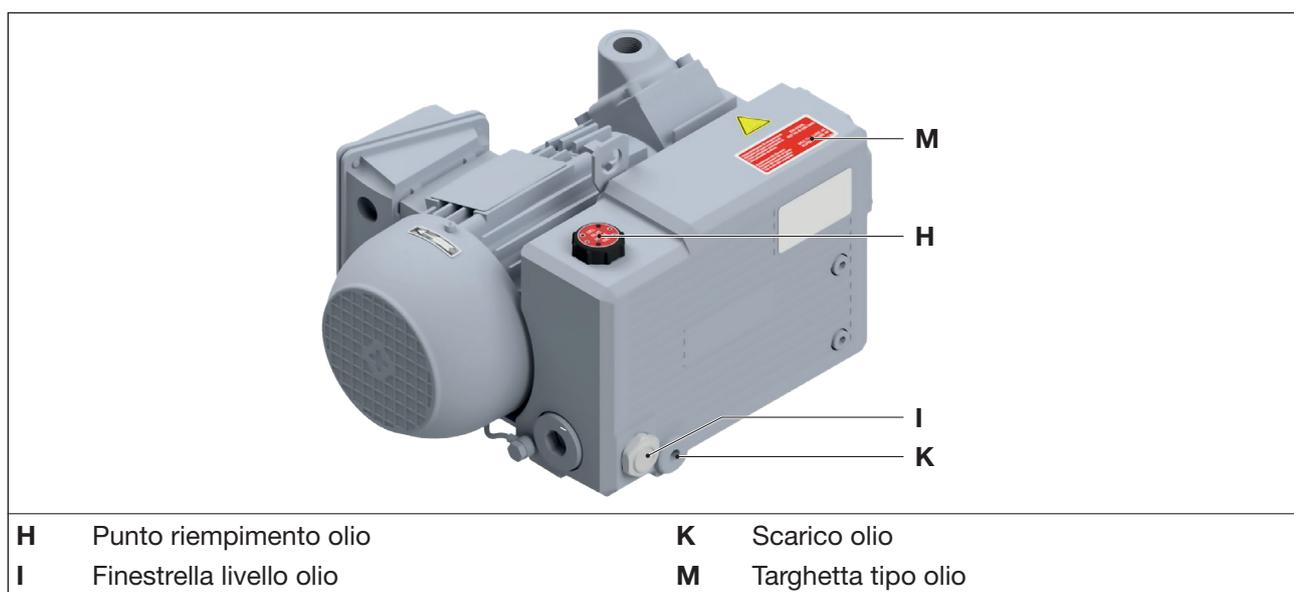

Fig. 7 Sostituire l'olio
Come mezzo di esercizio consigliamo l'uso dei seguenti oli Elmo Rietschle, vedi anche targa olio consigliati (Fig. 7/M) e Tab. 3 a pagina 29:
- Aprire il tappo del bocchettone di riempimento dell'olio (Fig. 7/H) e riempire l'olio fino al bordo superiore della finestrella livello olio (Fig. 7/I).
- Aprire la vite di sfiato (Fig. 7/H) e il punto di scarico dell'olio (Fig. 7/K) e scaricare completamente l'olio esausto.
- Chiudere il bocchettone di scarico dell'olio (Fig. 7/K) e riempire di olio nuovo attraverso il bocchettone di riempimento dell'olio (Fig. 7/H).
- Controllare il livello dell'olio attraverso le finestrelle di ispezione (Fig. 7/I).
- b) Allentare le due viti (Fig. 7/s3) sul coperchio di soffiaggio (Fig. 7/T) e rimuoverlo, compresa la guarnizione, dalla pompa.
- c) Svitare gli elementi separatori aria-olio (Fig. 7/L) in senso antiorario con una chiave ad anello (dimensione della chiave 10 mm) e smaltirli in modo ecologico.
- d) Controllare l'O-ring (Fig. 7/d) del nuovo separatore aria-olio sia correttamente posizionato e oliarlo leggermente.
- e) Inserire il nuovo elemento separatore aria-olio (Fig. 7/L) e avvitarlo in senso orario.
- f) Montare il coperchio di soffiaggio (Fig. 7/T) usando le due viti (Fig. 7/s3) . Coppia: 6 Nm